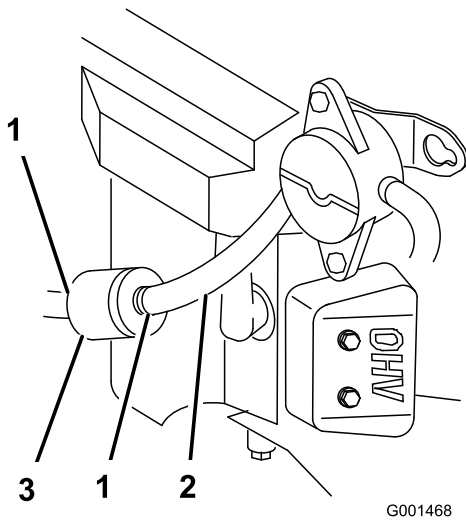

Bild 30
4. Drücken Sie die Enden der Schlauchklemmen zusammen und schieben Sie sie vom Filter weg (Bild 30).